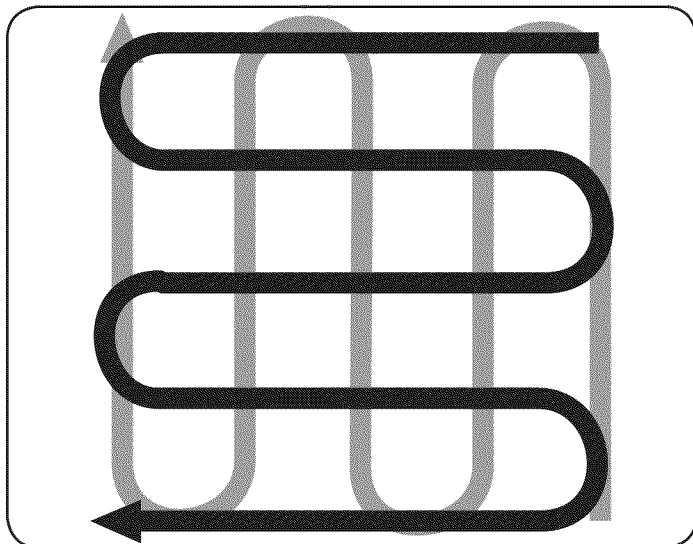

Figura 19
- Cuando haya terminado en una dirección, haga una segunda pasada en ángulo recto. Vea la Figura 19. Traslape cada pasada para obtener los mejores resultados (en suelo muy duro, puede requerir tres o cuatro pasadas para pulverizar completamente el suelo).